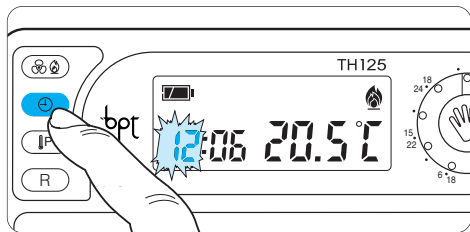

Fig. 17
5.3 - Premere il pulsante **⌚** (fig.17).